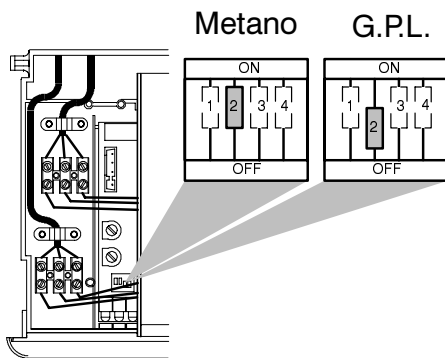

fig. 7
- 7 Rimuovere il coperchio copri morsettiera del pannello comandi e azionare il selettore di funzione n° 2 in relazione al gas previsto (vedi fig. 7);